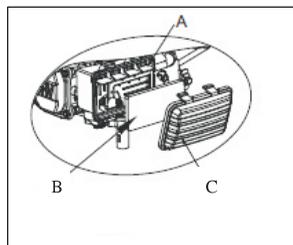

Fig10
9.7.1 ISPEZIONE (vedi Fig. 10)